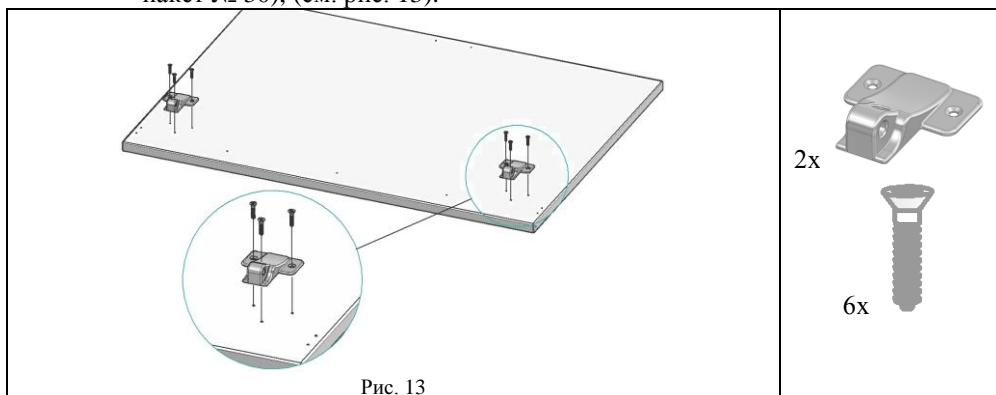

Рис. 13
4.5.1. К столешнице (поз. 5) прикрутить СУТ.11.192. кронштейн шарнира (поз. 1, пакет № 30) при помощи саморезов с потайной головкой 4х16 (поз. 2, пакет № 30), (см. рис. 13).